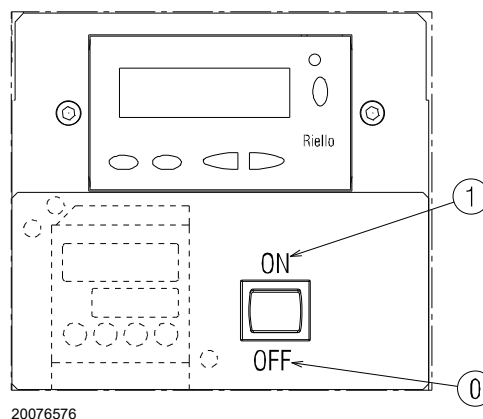

Рис. 30
Подключите электропитание горелки через выключатель нагрузки на щите котла. Замкните термостаты/реле давления и установите выключатель Рис. 30 в положение «1/ВКЛ».
- Установите выключатель Рис. 30 в положение «0/Выкл.» и подождите, пока автомат горения не выполнит процедуру отключения.
Горелка находится в режиме ожидания тепла или переключатель «0-1» (Рис. 30 на стр. 31) установлен в положении «0».